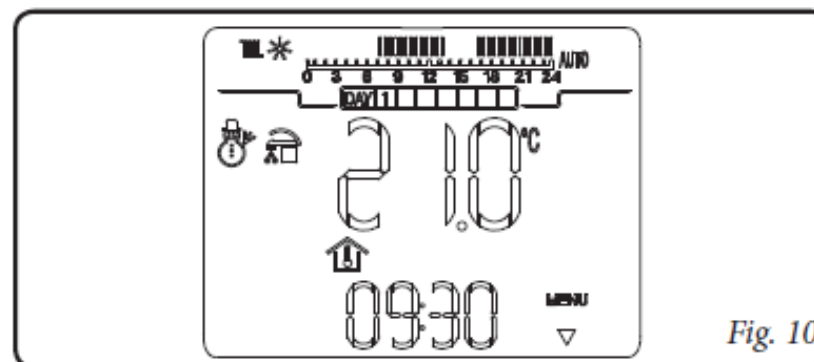

Fig. 10
- Режим «Зима» (2). В режиме зима котел может работать как для производства горячей санитарной воды, так и для отопления помещений, при этом пульт управления CAR^{V2} может работать в ручном или автоматическом режиме. Описание работы приводится в главе 6. На дисплее отображается день недели и текущее время, температура помещения и временная шкала с суточным программированием таймера отопления вместе с соответствующими символами (рис. 10).